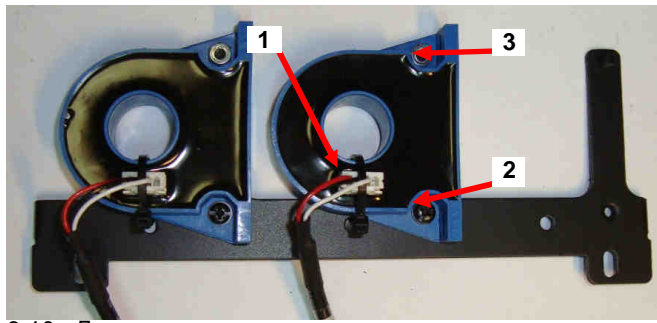

Рис. 6.10. Демонтаж датчика тока.
6.9.1. Откусить стяжку 1 фиксации разъемов кабелей датчиков тока (рис.6.10).
6.9.2. Отвернув винт 2 и гайку с шайбой-гровер 3, демонтируйте датчики тока по очереди (рис.6.10).